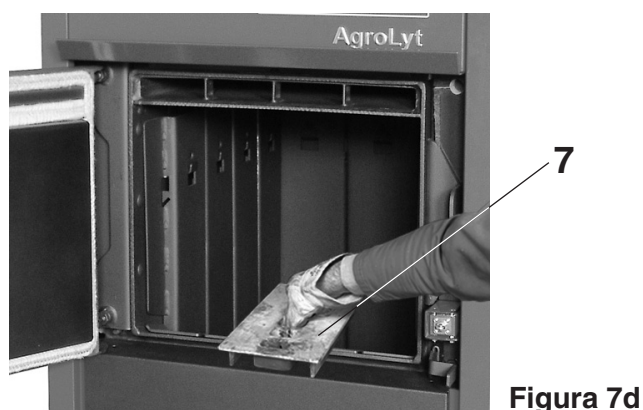

Figura 7d
3. Rimuovere la griglia di ghisa (7, figura 7d).